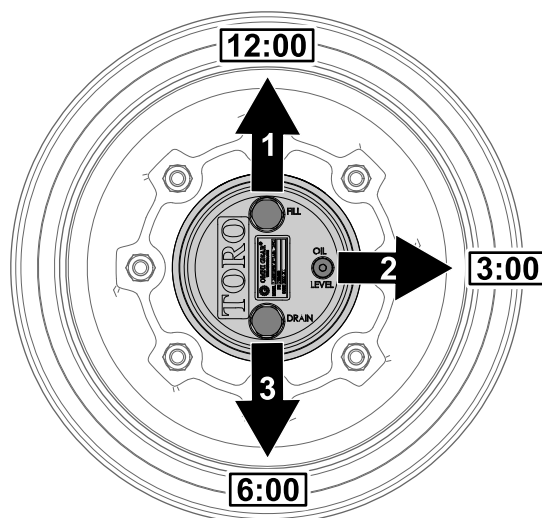

Рисунок 98
заливного отверстия находилась в положении «12 часов», пробка контрольного отверстия – в положении «3 часа», а пробка сливного отверстия – в положении «6 часов» (Рисунок 98).
2. Снимите пробку контрольного отверстия, расположенную в положении «3 часа» (Рисунок 98).
1. Припаркуйте машину на ровной поверхности, расположите колесо так, чтобы пробка заливного отверстия находилась в положении «12 часов», пробка контрольного отверстия – в положении «3 часа», а пробка сливного отверстия – в положении «6 часов»; см. Рисунок 98 в разделе Проверка масла в планетарном редукторе (страница 78).